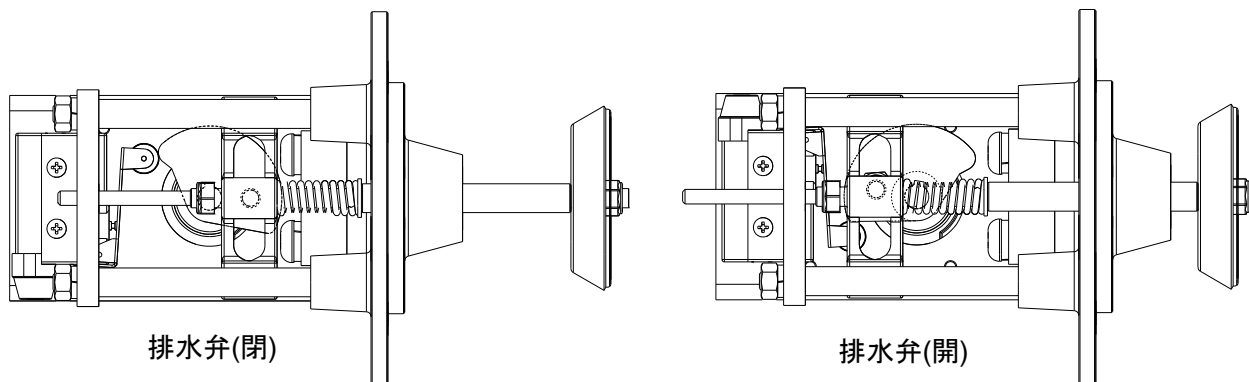

図8-16
3) 排水弁の動作確認 (図8-16)
- ・ ⑱蝶ナットを緩め、⑰掃除口フタと⑲掃除口フタパッキンを外します。